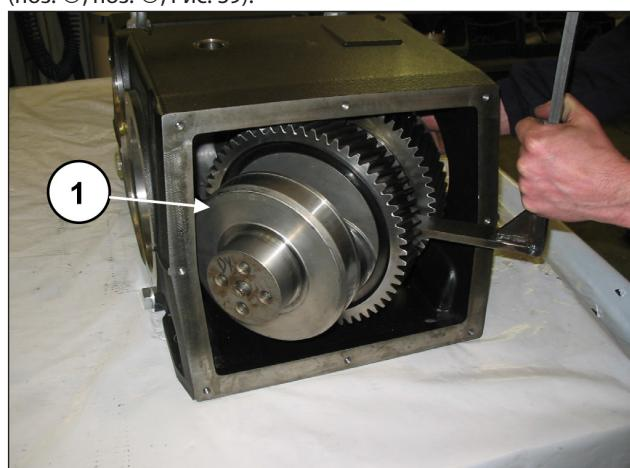

Рис. 39
Выньте коленчатый вал через заднюю сторону картера (поз. ①, поз. ①, Рис. 39).